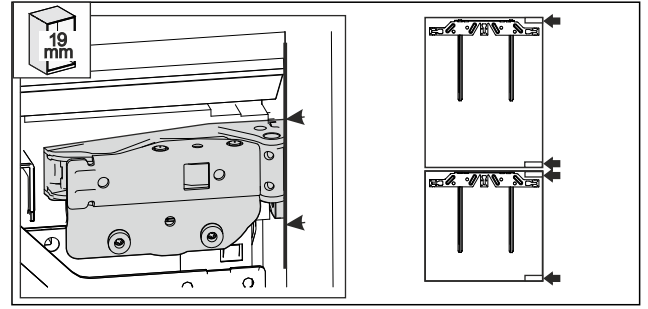

Fig. 57 *
- Parete laterale del mobile spessa 19 mm: il bordo anteriore delle cerniere è a filo con la parete laterale del mobile. Fig. 57 ()